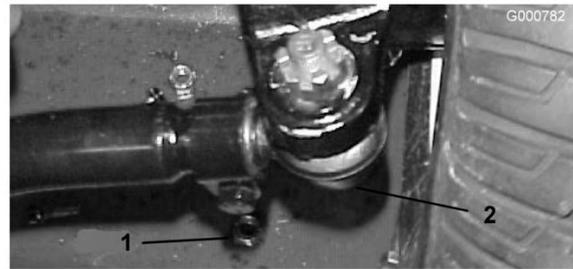

Figura 71
2. Per regolare, togliete la coppia e il dado da uno dei giunti a sfera del tirante. Togliete il giunto a sfera del tirante dal supporto della scatola del ponte (Figura 71).
3. Allentate i fermi su entrambe le estremità dei tiranti (Figura 71).